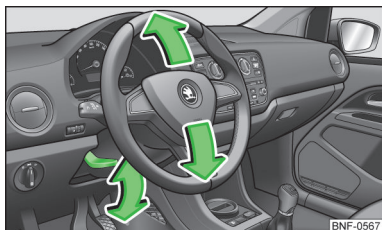

Bild 2
- Vrid låsspaken under ratten nedåt » bild 2.